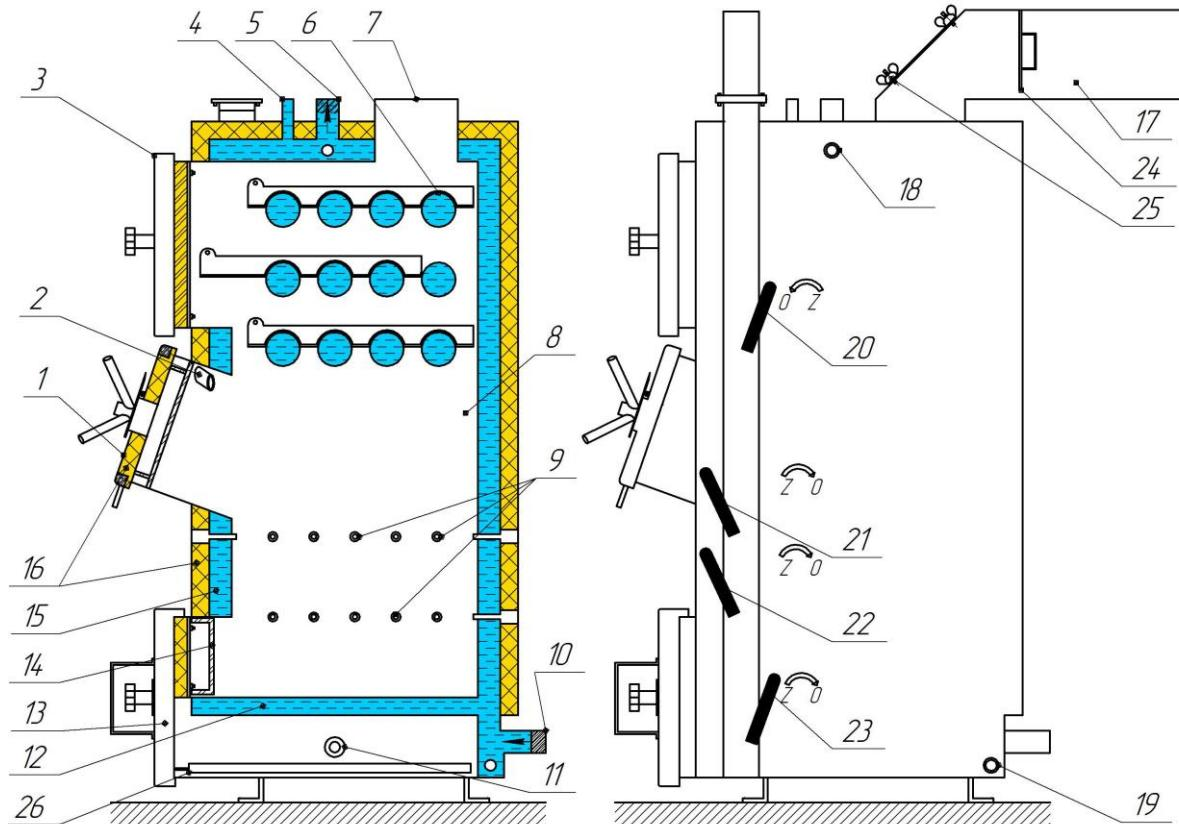

Рисунок 2 – Зовнішній вигляд та основні елементи котла
Конструктивно котел являє собою збірно-зварену конструкцію, що складається з корпуса (рис. 2) з камерою згоряння (топкою) (поз. 8, рис. 2). Над топкою розташована конвекційна частина котла (поз. 3, рис. 2), що являє собою високоекективний трубчастий теплообмінник.
Корпус котла виконаний в формі паралелепіпеду з подвійними стінками, які розділені водними перегородками (поз. 15, рис. 2). На зовнішній поверхні корпуса під декоративною обшивкою закріплена теплова ізоляція. (поз. 16, рис. 2).
Паливо для процесу спалення завантажується на колосникові грати (поз. 12, рис. 2) крізь завантажувальні дверцята (поз. 1, рис. 2). Колосникові грати виконані з товстостінних безшовних труб по яких постійно циркулює вода з водяної оболонки котла, що унеможливує їх прогорання. Згоряння палива в топці відбувається за участю повітря, яке постачається по каналу подачі повітря (поз. 2 та 9, рис. 2) вентилятором . Кількість повітря, необхідного для процесу згоряння, регулюється автоматично блоком автоматики управління.
Підведення і відведення теплоносія здійснюється відповідно через патрубки зворотної мережної води (поз. 10, рис. 2) і прямої мережної води (поз. 5, рис. 2).
Топочні гази виходять у димохід крізь боров (поз. 7, або 17, рис. 2), розташований у задній частині котла.
Зола, яка утворюється в процесі згоряння палива, зсипається в нижню частину корпуса котла – зольник (поз. 13, рис. 2).
У верхній частині корпуса котла розташований штуцер для встановлення групи безпеки котла (поз. 4, рис. 2).
На бічній стінці корпуса у нижній її частині розміщено штуцер для зливу води з котла (поз. 19, рис. 2).
На бічній стінці корпуса у верхній її частині розміщено штуцер для підключення насосу (поз. 18, рис. 2). За бажанням, або при бічному підключені.
- дверцята для періодичного обслуговування (чищення) конвекційної частини котла (поз. 3, рис. 2);
- ревізійний дверцята (поз. 14, рис. 2) для періодичного чищення колосникових грат;
- дверцята зольника (поз. 13, рис. 2) для можливості спорожнення – зольника.